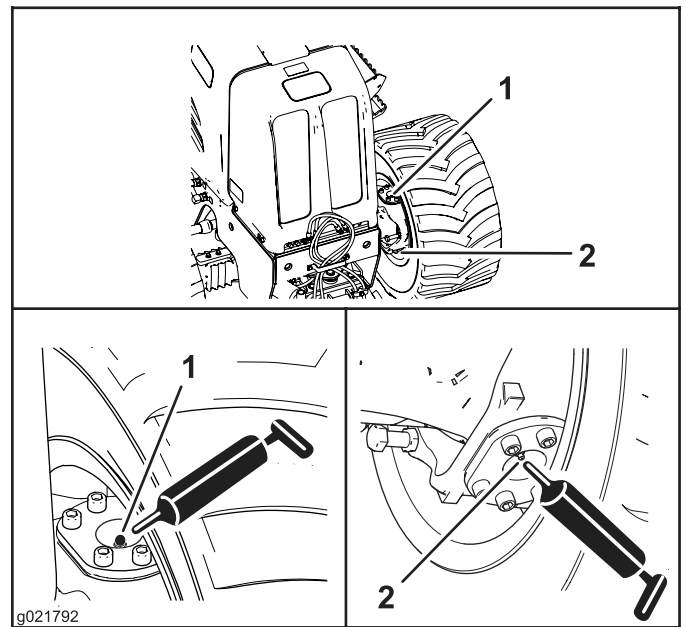
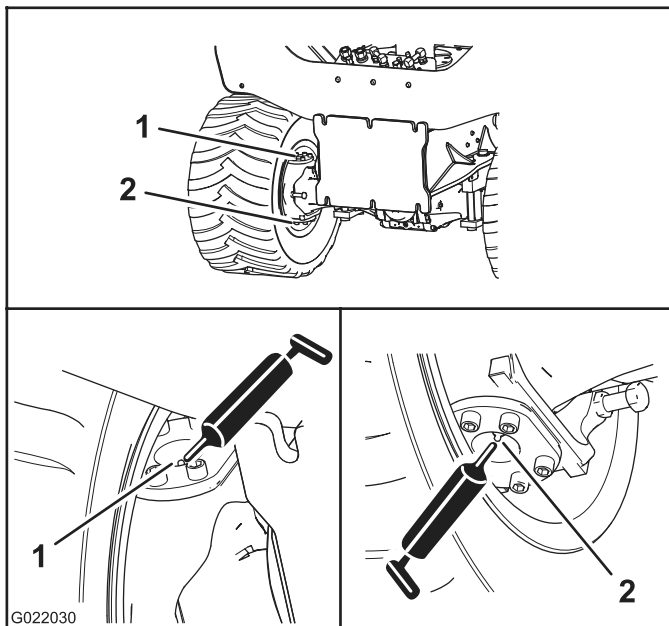

Bild 31
Bild 32
2. Setzen Sie eine Fettpresse auf jeden Schmiernippel für die oberen und unteren Drehzapfen und drücken Sie zwei bis drei Stöße des Fettes auf jeden Schmiernippel ein (Bild 31 und Bild 32).